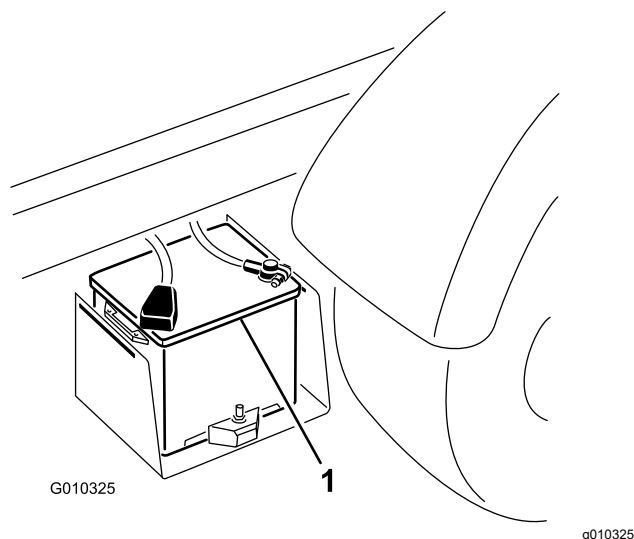

図 51
2. 2 台のバッテリーのプラス端子同士をブースタケーブルでつなぐ 図 51。